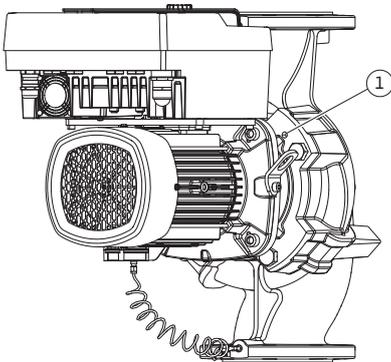
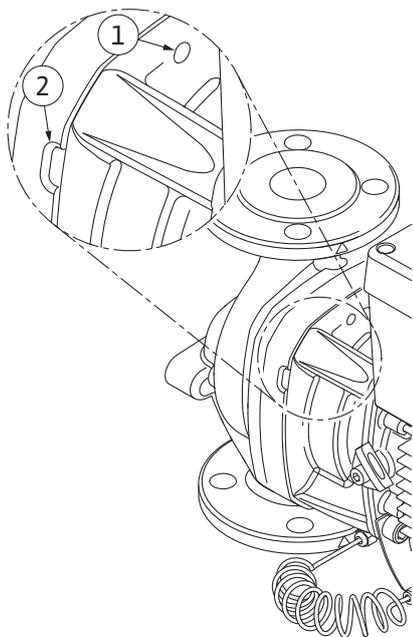

Fig. 104: Expulsión del juego de introducción mediante los taladros roscados
Fig. 105: Taladros roscados y ranuras para expulsar el juego de introducción de la carcasa de la bomba
12. Para el modelo de bomba (Fig. III, IV), afloje los tornillos Pos. 29. Use los dos taladros roscados situados al lado (Fig. 104, Pos. 1) y los tornillos adecuados a cargo del propietario (p. ej., M10 x 25 mm). Extraiga el juego de introducción de la carcasa de la bomba. Para el modelo de bomba (Fig. I y Fig. II), use los dos taladros roscados M10 (véase la Fig. 105) y los tornillos adecuados a cargo del propietario (p. ej., M10 x 20 mm). Para su expulsión se pueden usar adicionalmente las ranuras (Fig. 105, Pos. 2). Use para ello, p. ej., dos destornilladores a modo de palanca. Tras un primer movimiento de expulsión de aprox. 15 mm, el juego de introducción se libera de la carcasa de la bomba.